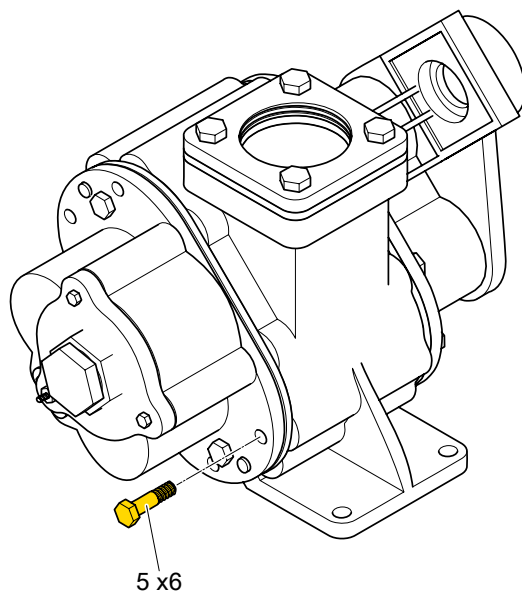

Abbildung 5: Schrauben
5. Bauen Sie das Pumpenventil wieder ein. **HINWEIS:** Stellen Sie sicher, dass alle Schrauben [5] auf 25 N·m festgezogen sind. (Abb. 5)